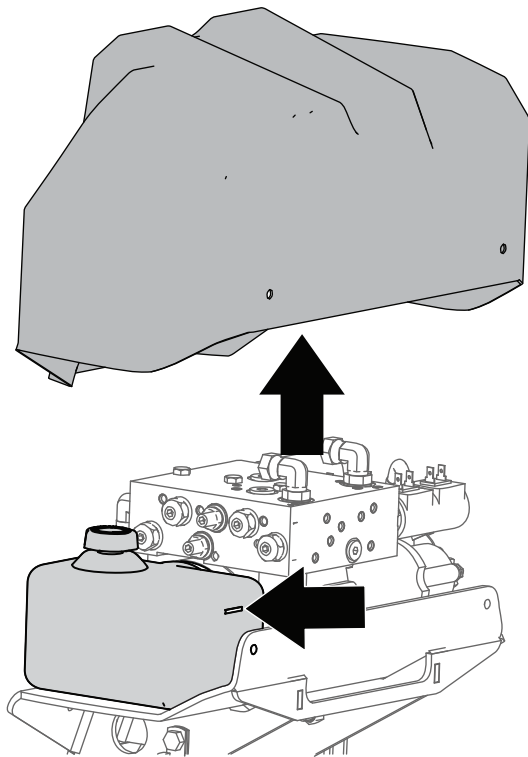

Bild 26
- Der Flüssigkeitsstand sollte bis zur Füllmarke an der Seite des Tanks reichen (Bild 26). Füllen Sie ansonsten mehr Hydrauliköl auf, siehe Hinzufügen von Hydrauliköl \(Seite 19\).